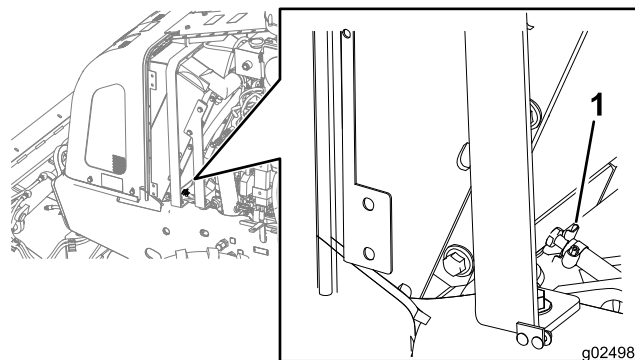

Рисунок 106
9. Закройте сливной кран (Рисунок 106).
- A. Убедитесь в том, что охлаждающая жидкость слита из радиатора и сливной кран закрыт (Рисунок 106).
- D. Откройте сливной кран и слейте чистящий раствор в сливной поддон (Рисунок 104 и Рисунок 106).
- E. Закройте сливной кран (Рисунок 106).
- С. Откройте сливной кран (Рисунок 106) и слейте воду в сливной поддон.
- Е. Закройте сливной кран (Рисунок 106).